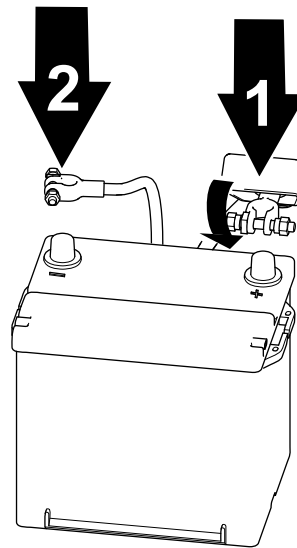

Figure 63
1. Branchez le câble positif à la batterie et serrez l'écrou de collier de la batterie (Figure 63).
2. Branchez le câble négatif à la batterie et serrez l'écrou de collier de la batterie (Figure 63).